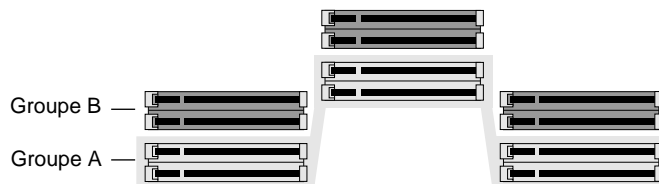

Figure 3-5 Identification des groupes d'emplacements des barrettes mémoire DIMM
5. Identifiez les groupes d'emplacements (A et B) des barrettes mémoire DIMM, comme indiqué à la Figure 3-5. Ils sont divisés en trois rangées verticales, dotées chacune de deux emplacements.